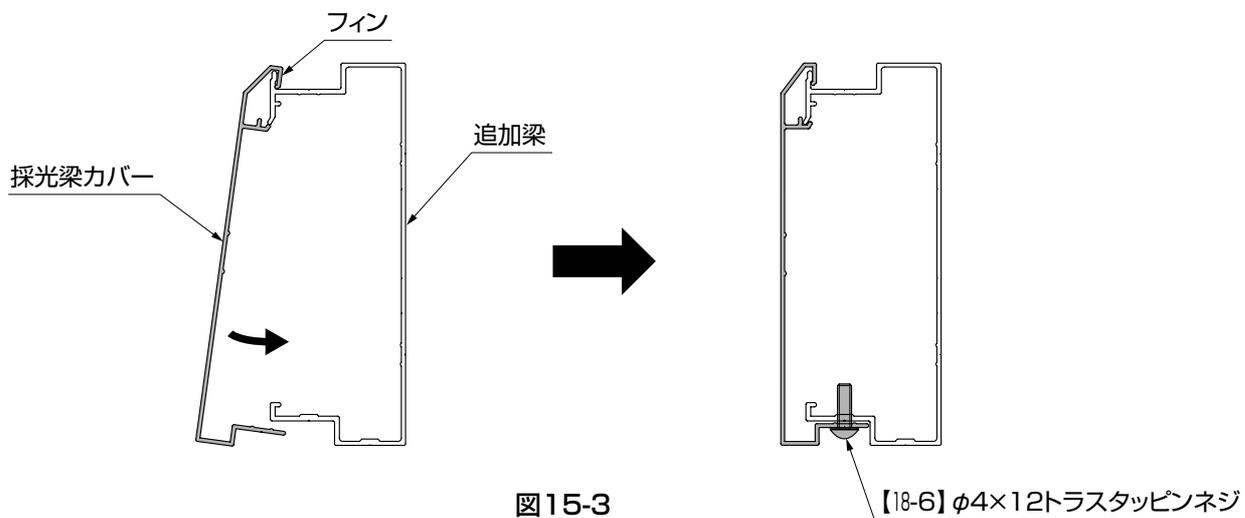

図15-3
- ① 採光梁カバーを追加梁に【18-6】で組付けてください。(図15-3参照)
- 採光梁カバーのフィンを追加梁のフィンに引っ掛けるように取付けてください。(図15-3参照)